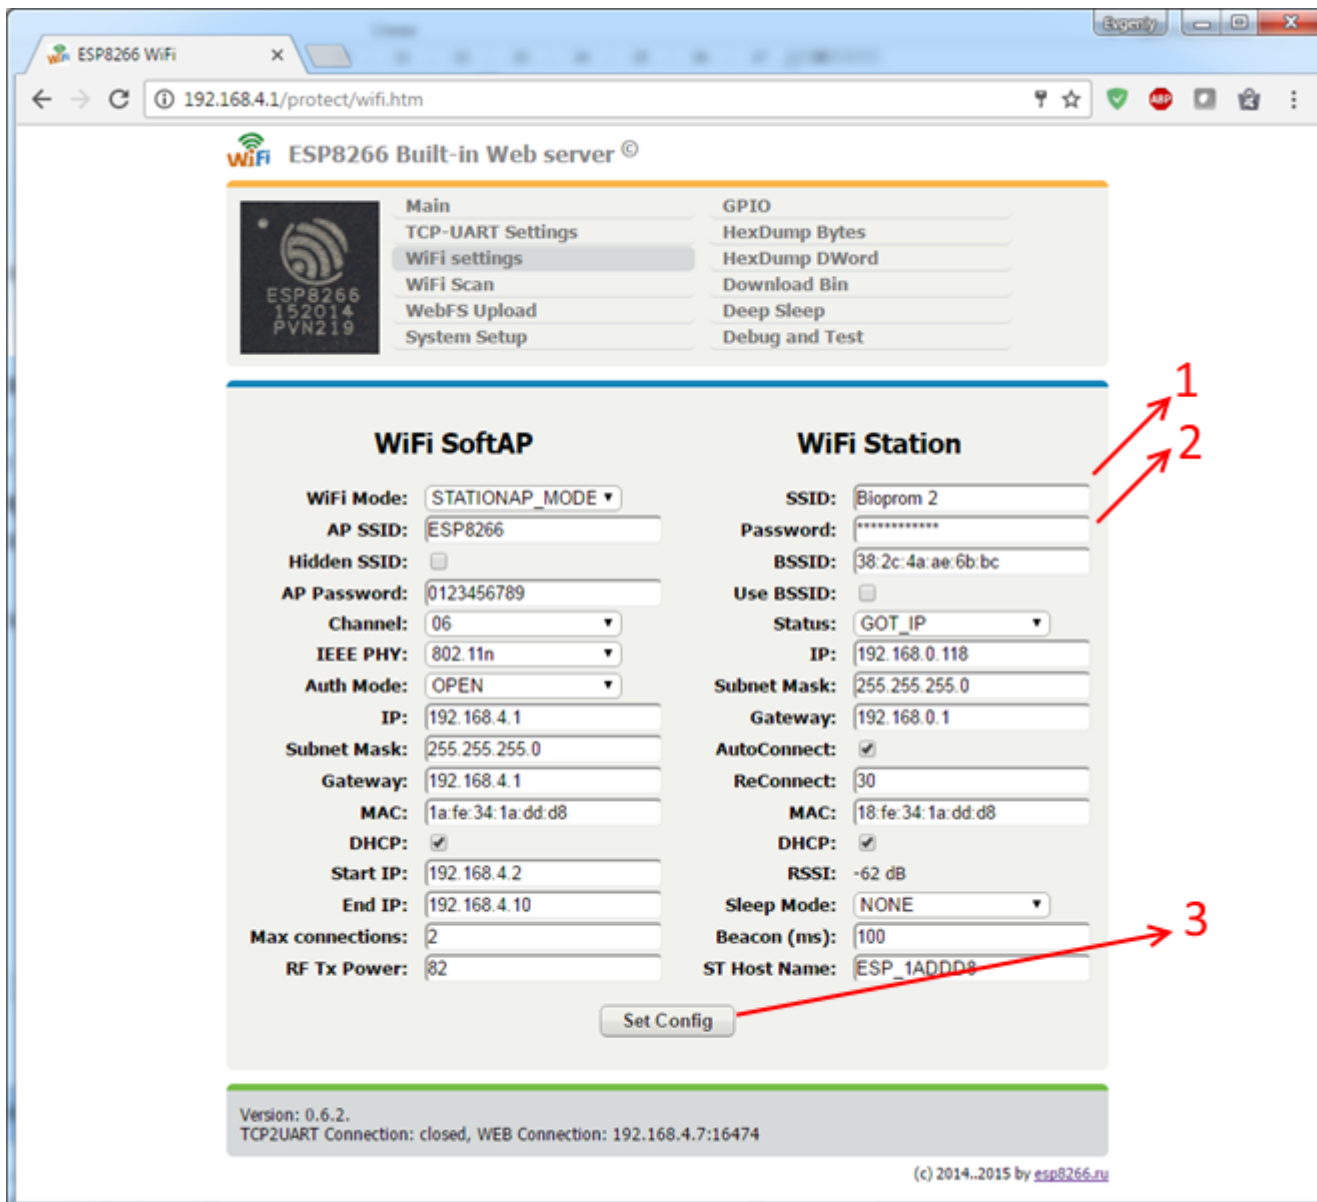

Рисунок 5 – Настройка подключения WiFi.
Страница «WiFi settings» - служит для настройки текущего подключения к роутеру, рисунок 5. Для подключения к сторонней WiFi сети необходимо указать название сети в пункте «SSID» (1) и пароль в пункте «Password» (2), затем нажать на кнопку «Set config» (3).